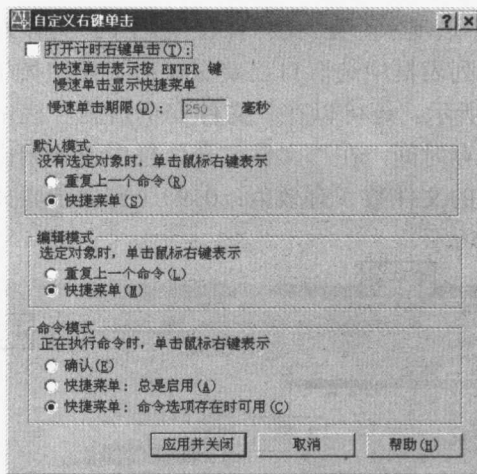

图 1-12 “自定义右键单击”对话框
step 11 自定义右键单击。在上面选项卡中的“Windows 标准”栏中单击“自定义右键单击(I)”按钮可以设置有关单击鼠标右键的效果。单击该按钮后弹出如图 1-12 所示的对话框。在此对话框中，用户可以根据自己的需求进行设置，设置好后单击“应用并关闭”按钮即可。